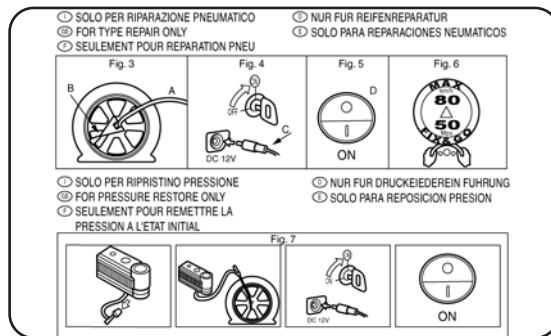

fig. 123
- un dépliant avec instructions fig. 123, pour bien utiliser le kit, qu'il faudra ensuite remettre au personnel à qui sera confié le pneu ainsi traité ;